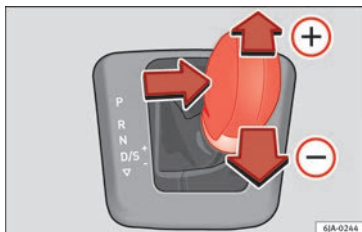

Abb. 179 Wählhebel: Tiptronic.
- Drücken Sie den Wählhebel sanft nach vorne **+** » Abb. 179.
- Ziehen Sie den Wählhebel sanft nach hinten **-** » Abb. 179.